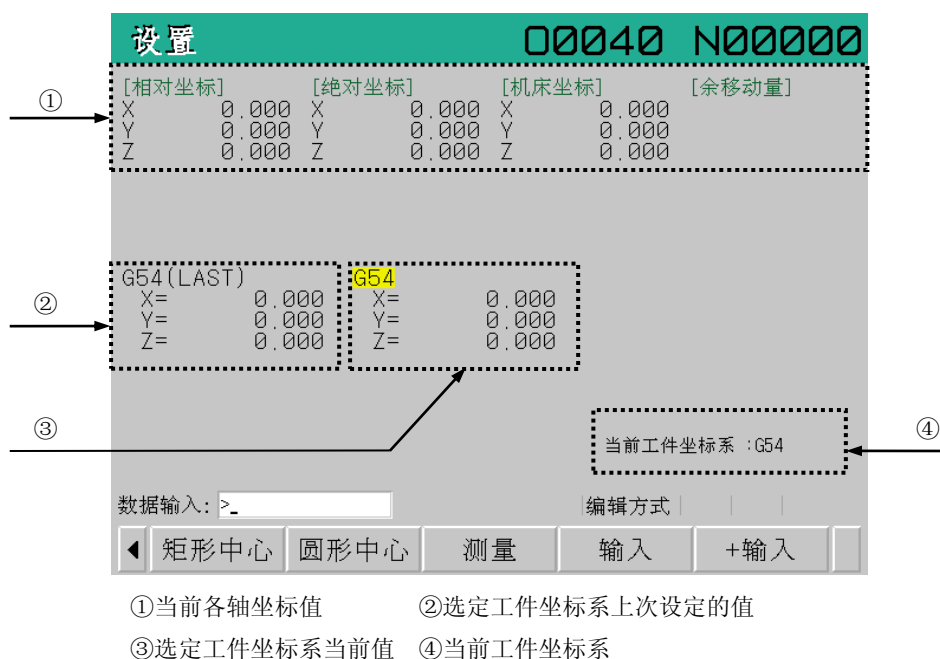

图 10.11-1 设坐标系
在设定工件坐标系之前，必须先选择要设置的工件坐标系，被选择的坐标系称为选定坐标系。图 10.11-1 中标注②③显示的是选定工件坐标系的上次设定值和当前值，方便用户观察选定工件坐标系的变化情况。